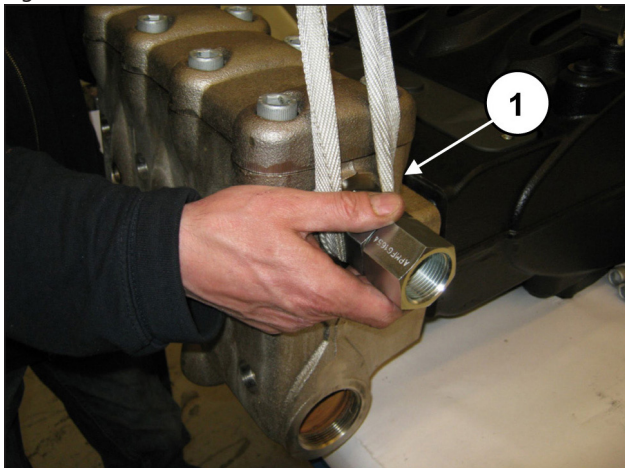
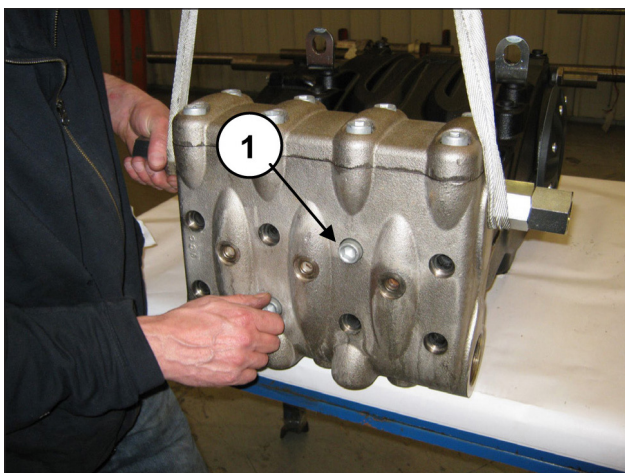

Fig. 129
Fig. 130
Montar la cabeza en el cárter de la bomba (pos. ①, Fig. 129) sin golpear los pistones y apretar los 8 tornillos M16x180 (pos. ①, Fig. 130).